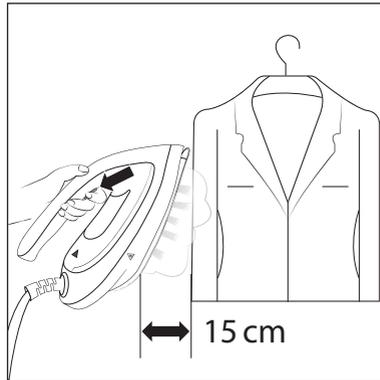

Fig. 6
- 3) Tryk på dampknappen **2** (se fig. 6), og damp ensartet på de områder af beklædningsgenstanden, der skal glattes.